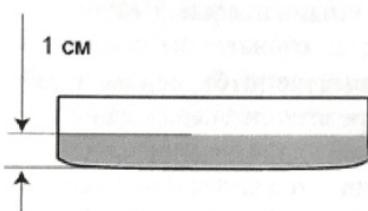

Рисунок 13. Чашка Петри с отобранной пробой
2. Усреднённую пробу поместите в чашку Петри, заполнив её на  $\frac{1}{2}$  высоты (Рисунок 13), и высушивайте в сушильном шкафу при температуре 105°C до постоянной массы (не менее 2 часов).